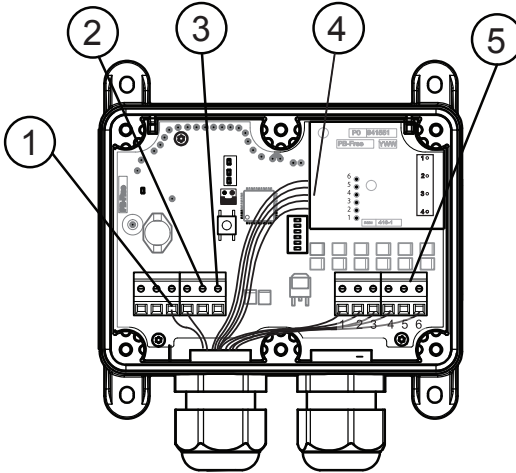

Abb. 2. Sesam 800 RXM 12/24 V DC für Winde von Geländefahrzeug ohne Kabel
- 12/24 V DC Stromanschluss (siehe ② in Abb. 2).
- Masse, 0 V (-) (siehe ① in Abb. 2).